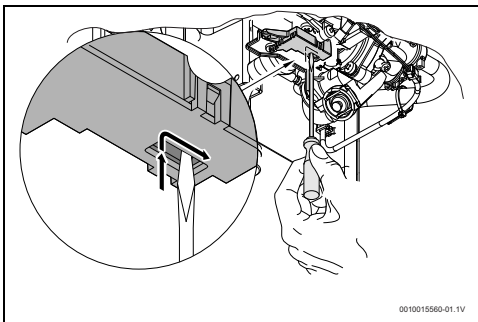

Fig. 28 Reset del microinterruttore
- Posizionare il microinterruttore secondo la fig. 28.